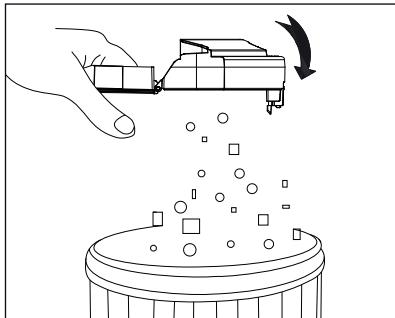

Fig. 9
- 3) Tøm indholdet af støvbeholderen 14 ud i en affaldsbeholder (se fig. 9).